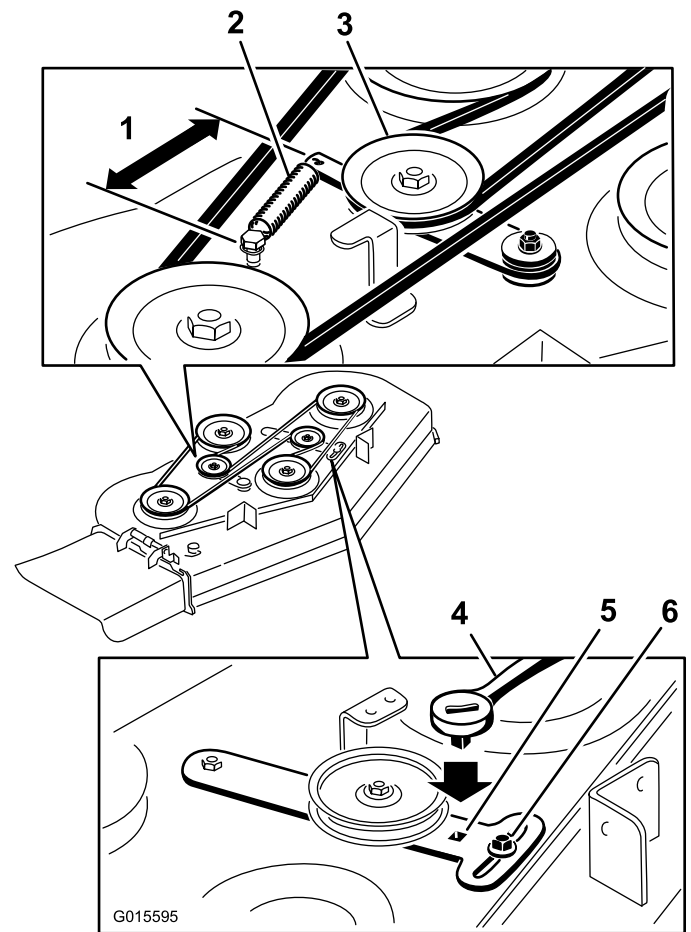
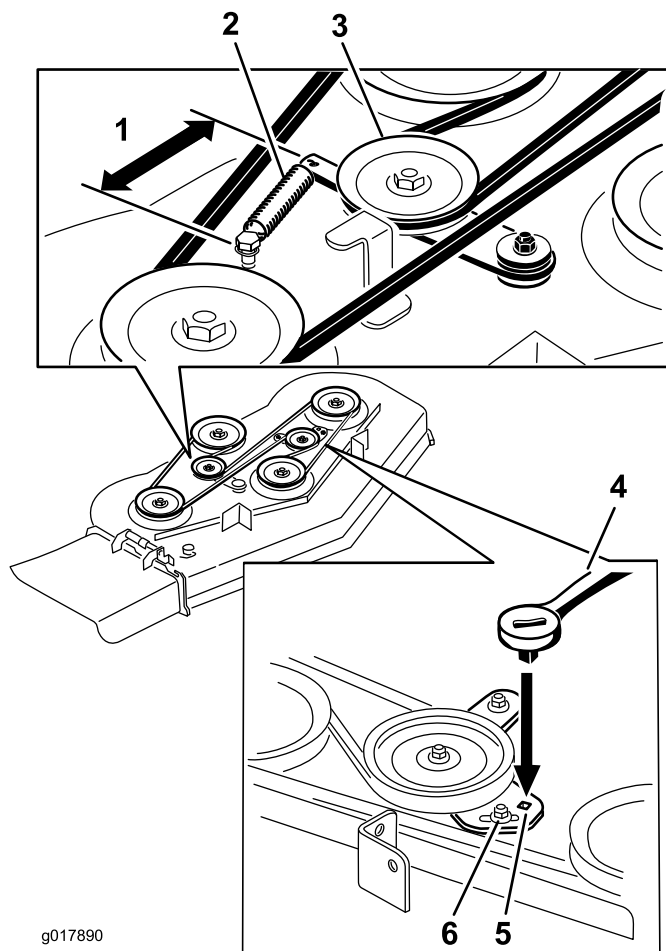

Figura 66
Figura 67
4. Afloje la tuerca para aflojar la polea tensora delantera (Figura 66 y Figura 67).
5. Retire la correa desgastada del cortacésped (Figura 66 y Figura 67).
6. Instale la correa nueva alrededor de las poleas de la carcasa y la polea del embrague (Figura 66 y Figura 67).
7. Utilizando la llave de carraca en el brazo tensor, apriete la polea tensora hasta que el muelle mida 16,5 cm de un gancho a otro (Figura 66 y Figura 67).
8. Apriete la tuerca para apretar la polea tensora delantera (Figura 66 y Figura 67).